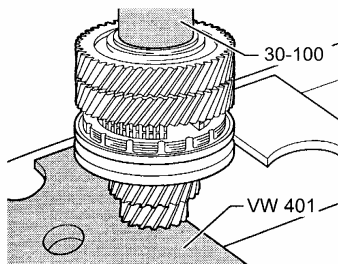

图 12-82 压入 5 挡齿轮
(13) 压入第 5 挡齿轮时，较高的凸肩指向倒挡，如图 12-82 所示。